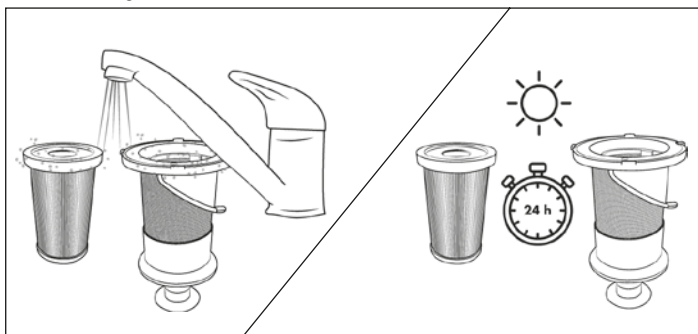

Fig. 20
- 5) Lavare il filtro HEPA **5** e il filtro in acciaio inox **6** con acqua fredda o tiepida. Lasciare asciugare all'aria completamente il filtro HEPA **5** e il filtro in acciaio inox **6** prima di inserirli nuovamente nel contenitore della polvere **7** (vedere fig. 20).